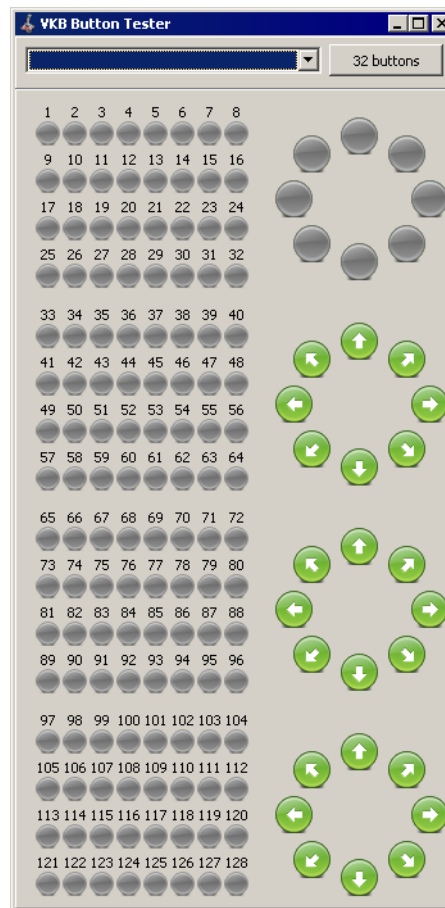

Рис. 5.6.
6. Проверьте работу всех кнопок, тумблеров и энкодеров используя индикацию приложения *VKB_BtnTester* (рис. 5.6).